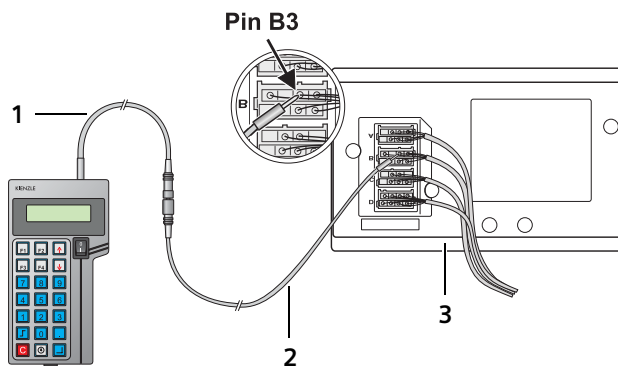

Abb. 10: HTC+ an EGK 100 (MotoMeter) anschließen
2. Diagnoseanschluss des HTC+ (1) gemäß Abb. 10 mit der Diagnoseleitung EGK (2) verbinden und die Messspitze am Stecker B, Pin 3, des EGK 100 (3) einstecken.